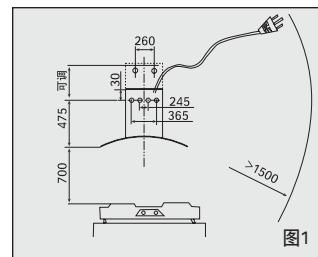
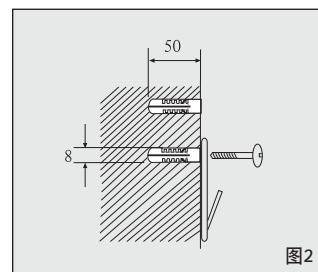

图1
图2
- 按图 2 尺寸在灶具上方坚实的地方确定冲击钻孔位置。冲击钻配上 Ø8 的冲击钻头，在钻孔位置上钻出 4 个直径为 8mm，深为 50mm 的孔(间距分别为 245mm 和 365mm)，在四个打孔处安装膨胀螺栓，固定主机挂钩，旋入木螺钉拧紧(图 1)。
- 根据实际情况确定内装饰罩的高度，按图 2 尺寸在安装吸油烟机位置正上方坚实的地方确定冲击钻孔位置(间距为 260mm)。在钻孔位置上钻出 2 个直径为 8mm，深为 50mm 的孔，牢固埋设膨胀管，将装饰支架固定孔对准膨胀管，旋入木螺钉拧紧(图 2)。
- ★ 电源插座应在离油烟机小于1500mm的地方(图1)